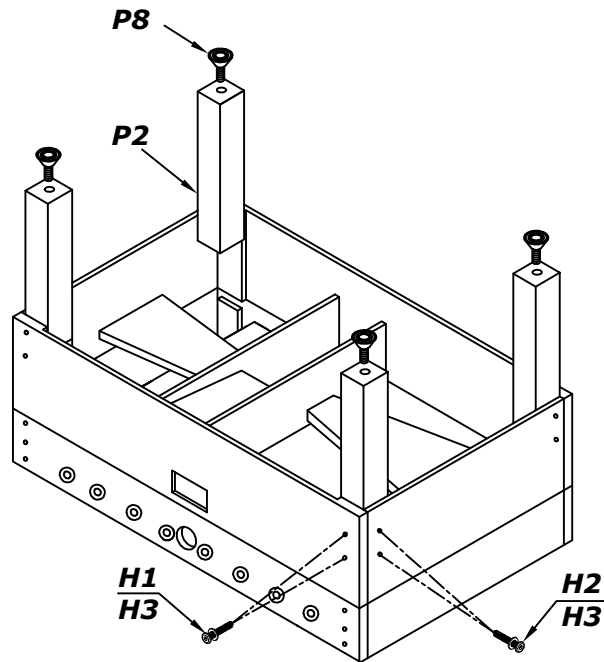

FIGURE 1
1. ATTACH THE LEGS **P2** AS SHOWN IN **figure 1** .
ATTACH THE LEG LEVELERS **P8** AS SHOWN IN **figure 1**.